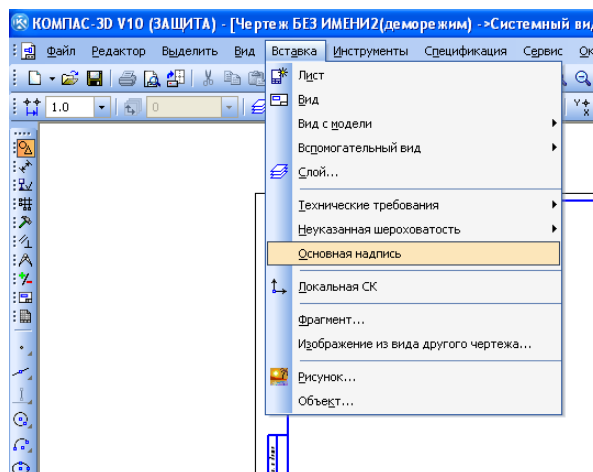

Рисунок 5
2. Вызвать команду Вставка – Основная надпись (рисунок 5).